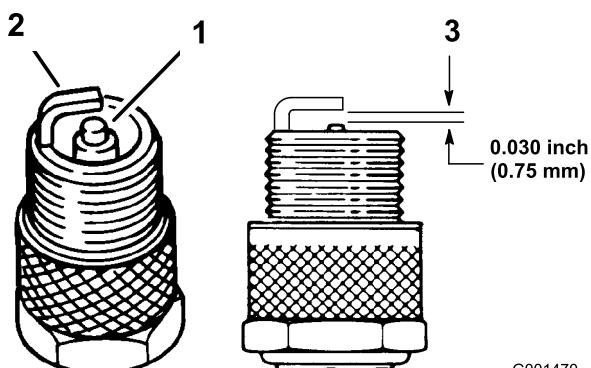

Figura 22
2. Verifique a folga entre os eléctrodos central e lateral (Figura 22). Dobre o eléctrodo lateral (Figura 22) se a folga não for a correcta.
3. Ligue os cabos às velas de ignição (Figura 22).